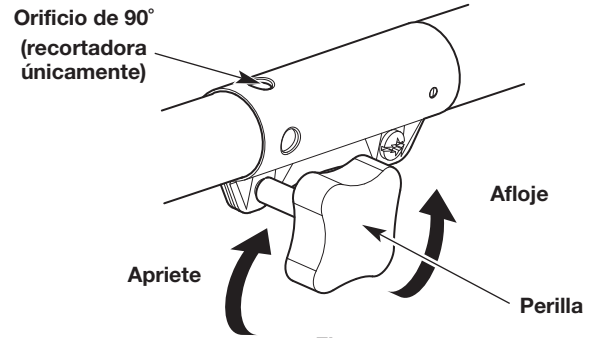

Fig. 4
3. Gire la perilla en el sentido contrario a las agujas del reloj para aflojar el acoplador (Fig. 4).
6. Gire la perilla en el sentido de las agujas del reloj para apretar el acoplador (Fig. 4).
NOTA: Para un reborde decorativo con un accesorio de recorte, trabe el botón de liberación en el orificio de 90° (Fig. 4).
2. Gire la perilla en el sentido contrario a las agujas del reloj para aflojar el acoplador (Fig. 4).